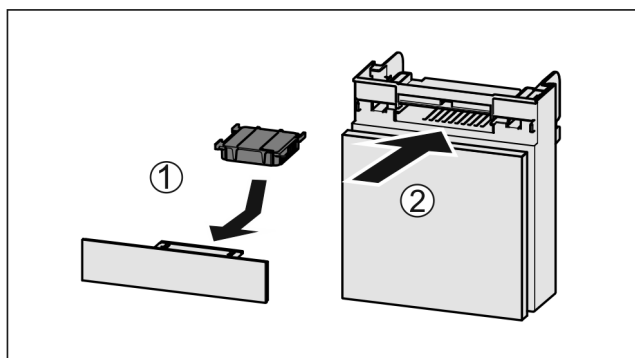

Fig. 110
- ▶ Umetnite filter s aktivnim ugljenom kao što je prikazano na slici Fig. 110 (1).
- ▶ Umetnite pretinac Fig. 110 (2).